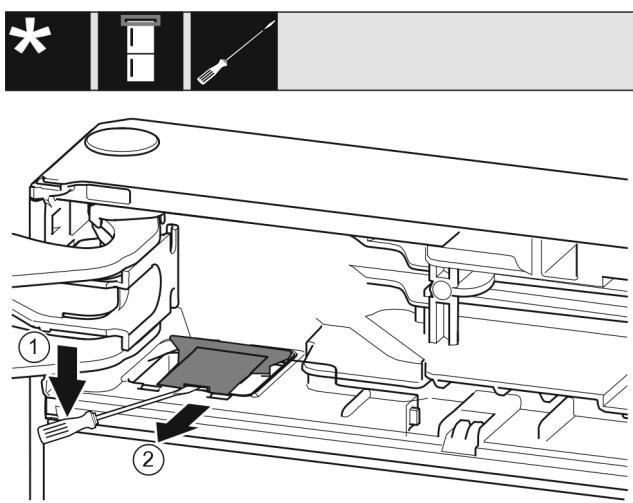

Fig. 9
- С плоска отвертка освободете и повдигнете капака. *Fig. 9 (1)*
- Извадете капака. *Fig. 9 (2)*